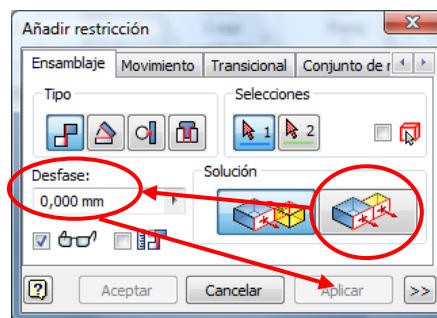

Figura 22 (restricción 1)
- 1 Pulsar en el icono *nivelación* (figura 22), seleccionar las dos caras. En la casilla *Desfase*, introducir el parámetro “*margen_inferior*”, ya que las dos caras tienen que estar separadas entre sí esta distancia, y pulsar *Aplicar*.